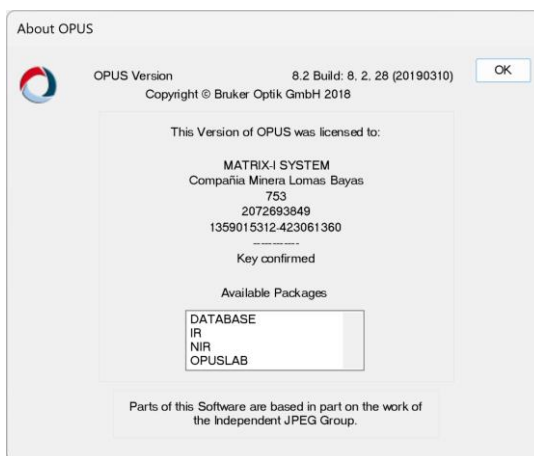

Figura 11. Ventana inicio sesión Opus... dar OK.
- Al iniciar OPUS, se muestra el número de serie de su copia del OPUS y el nombre de usuario registrado por defecto. El paquete básico OPUS integra paquetes de licencia adicionales como una aplicación todo-en-uno (Figura 11).